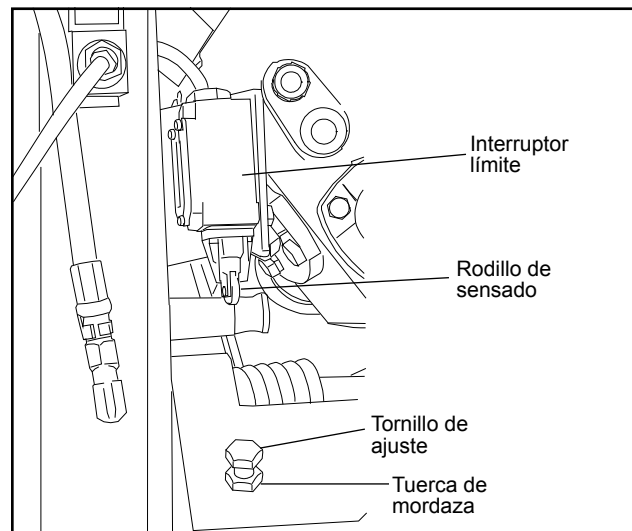

Figura 15: Ajuste del interruptor límite
2. Para fijar el interruptor límite, afloje las contratuercas en el tope del interruptor límite (vea la Figura 15).